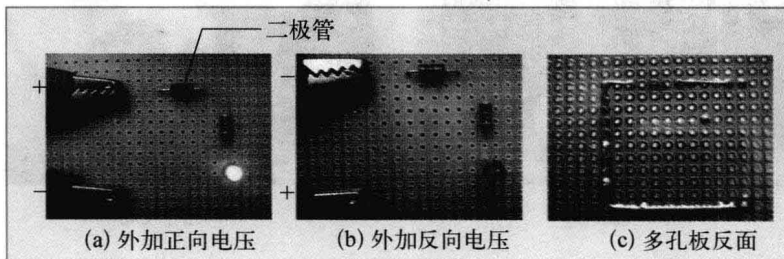

图 1-1-3 二极管单向导电现象演示
(1) 准备一个二极管，一个发光二极管(或小指示灯)，一个限流电阻，在多孔板上将其焊接，构成如图 1-1-3 所示的示教装置(可按其他方式实施)。
(2) 建议：直流电源电压可采用 3 V，二极管可采用 2CZ、2AP、1N4007、1N4148 等，限流电阻阻值 100 Ω 。
按图1-1-3 (a)所示外加直流电源电压后,发光二极管(或小指示灯)就发光,按图1-1-3 (b)所示外加直流电源电压,发光二极管(或小指示灯)不亮。